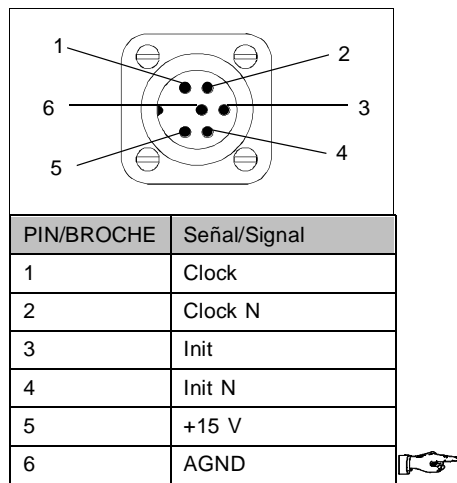

Fig. 11
- Introducir el tornillo de rosca cortante en el taladro previsto para la conexión a tierra (10). De este modo se produce el contacto eléctrico debido, a pesar de la capa anodizada.
- Establecer la conexión a tierra (10) mediante un cable que cumpla las siguientes condiciones:
- Conectar el controlador de ejes SPC 100 a la conexión prevista para el sistema de medición. Con ese fin, utilizar únicamente el cable original. La ocupación de los contactos consta en la fig. 11.
- Vissez la vis autotaraudeuse fournie dans le trou de raccordement à la terre (10). Le contact électrique est assuré malgré la couche anodisée.
- Raccordez le câble de terre au potentiel de mise à la terre (10).
- Raccordez le câble du capteur de déplacement au contrôleur d'axe SPC 100. N'utilisez pour ce faire que le câble d'origine. Pour l'ordre de brochage, voir fig. 11.